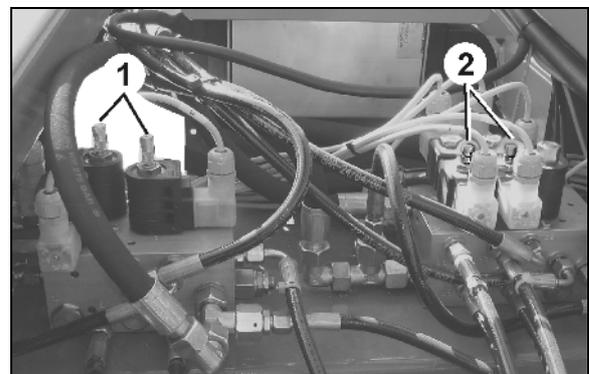

Fig. 126
- 3.1 Rabattre le bras : retirer les deux tiges de valve (Fig. 126/1) des vannes et les tourner de 45 degrés pour les bloquer.
- 3.2 Traceur : dévisser les deux tiges de valve (Fig. 126/2) des vannes.